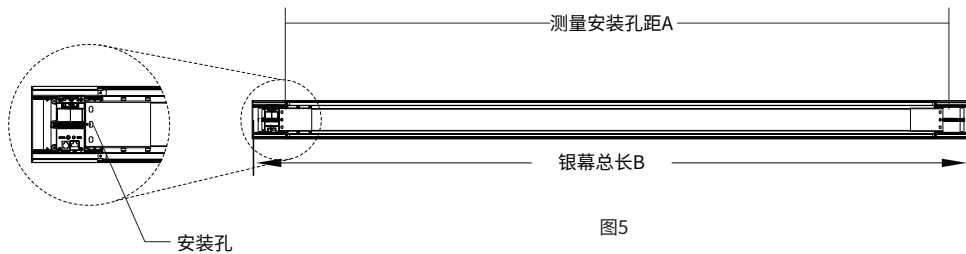
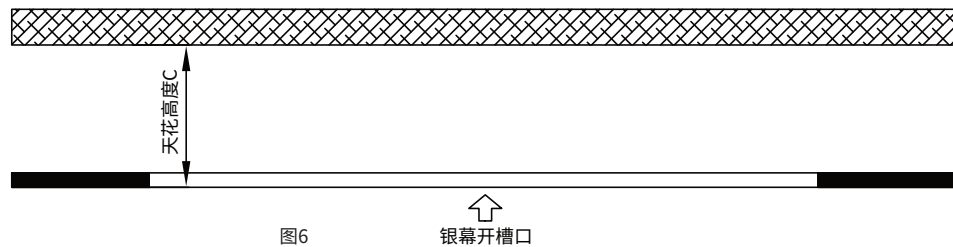

图5
图6
- 用卷尺测量银幕左右支架上的安装孔距A(图5),天花的高度C(图6)。